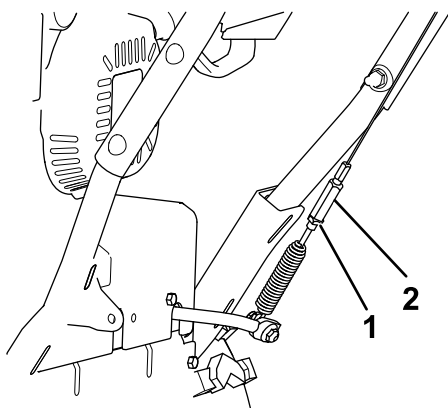

Figura 32
5. Slăbiți contrapiulița (Figura 32).
6. Slăbii sau strângeți întinzătorul care reglează tensionarea cablului (Figura 32).